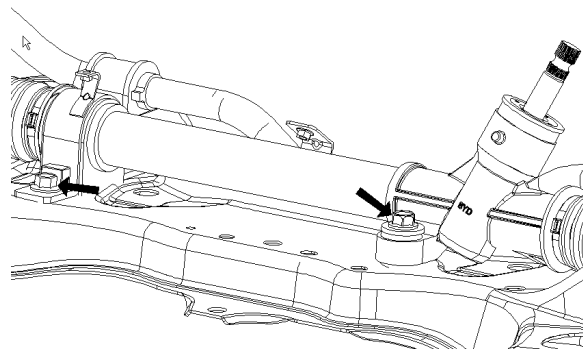

图24
- (1) 拆下隔热板与转向器右安装托架的螺栓。
- (2) 拆下隔热板与副车架上支架以及副车架的连接螺栓。
- 17、拆卸齿轮齿条转向器总成。如 图24 所示。